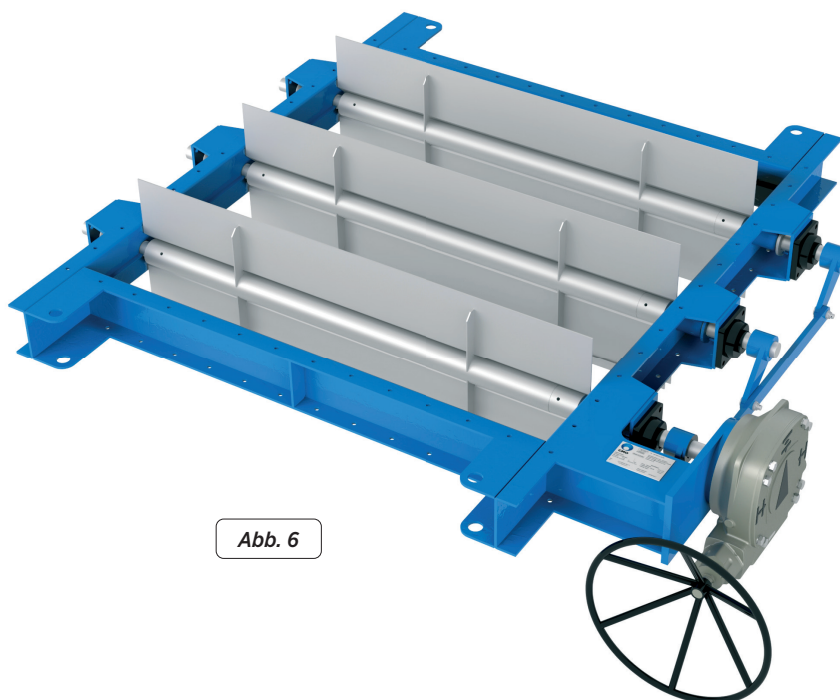

Abb. 6
### HANDRAD MIT GETRIEBE (Abb. 6).
- **Pneumatikantrieb mit Vierteldrehung:** (Abb.9-10) Dieser ist bei dieser Art von Drosselklappe (Abb. 6) am häufigsten anzutreffen und wird direkt auf die Antriebswelle montiert.